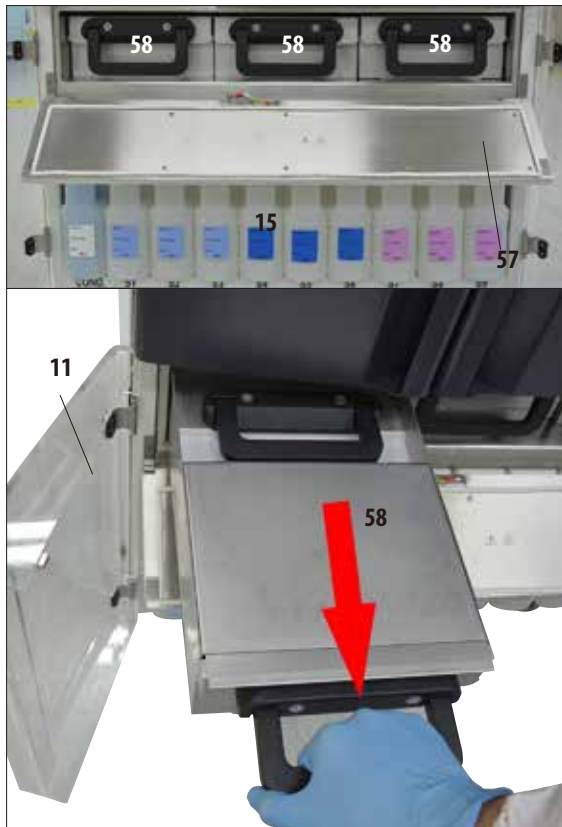

図 41
- 各パラフィン槽は、引き出して注入できるほか（図 41）、クリーニングのためにコンパートメントから取り出すこともできます。